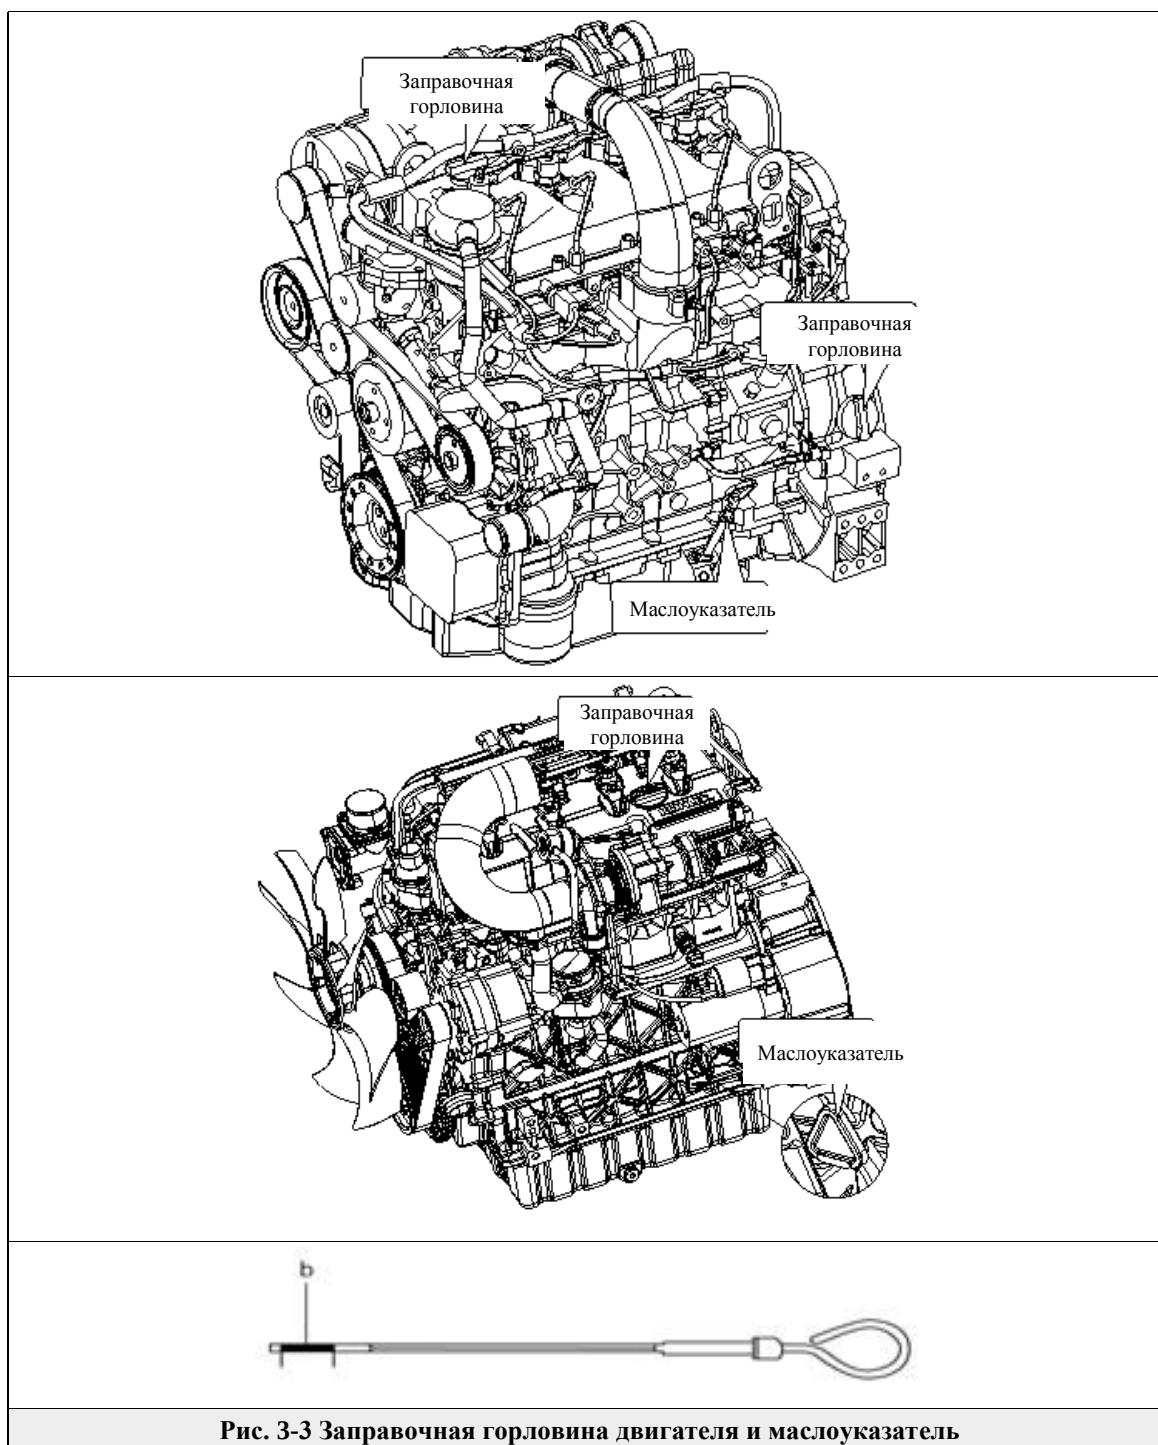

Рис. 3-3 Заправочная горловина двигателя и маслоуказатель
- 4) Проверьте, находится ли погруженная часть маслоуказателя в отмеченной области b, как показано на Рис. 3-3;